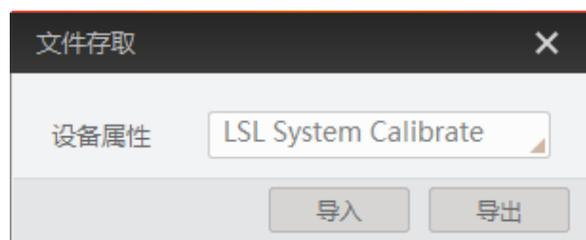

图10-8 导入或导出
2. 在弹出的文件存取对话框中，选择需要存取的设备属性，单击导入或导出即可，如图 10-8 所示。